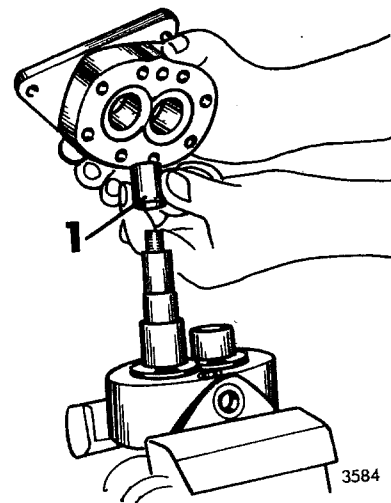

Fig 08–18. Hopsättning av oljepump
4. Dra loss medbringaren, se fig 08—3.
Hopsättningen görs i omvänd ordning mot isärtagningen. Vid montering av locket med monterad tätningering måste hylsan användas enligt fig 08–18.